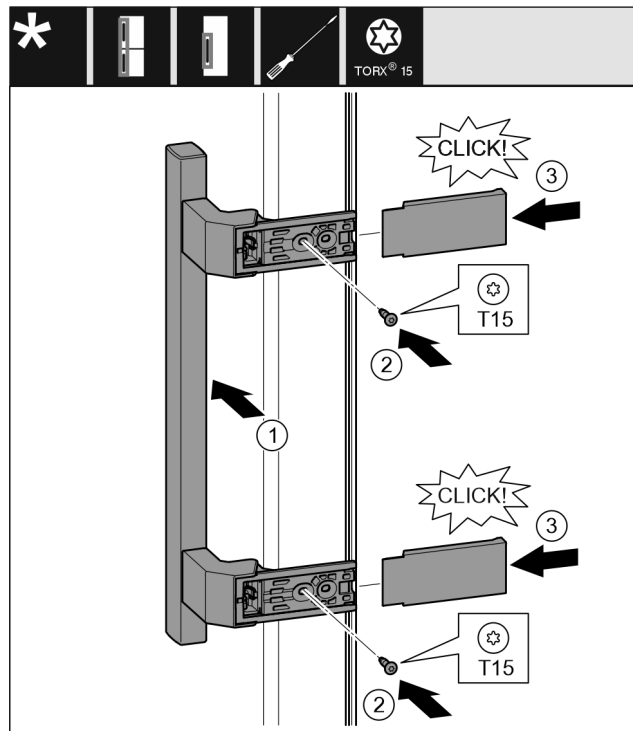

Fig. 23
- ▶ Rankenėlę uždėkite priešingoje pusėje. Fig. 23 (1)
- ▶ Tvirtai prisukite varžtus atsuktuvu T15. Fig. 23 (2)
- ▶ Uždėkite dengiamąsias plokšteles ir jas užmaukite. Fig. 23 (3)